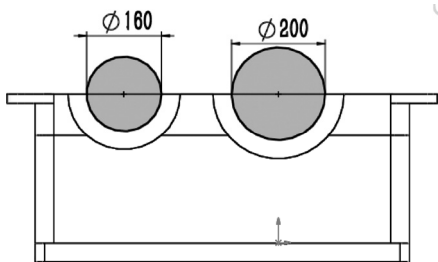

图 9-58 绘制轴承安装孔草图
① 创建基准面。选择轴承安装凸缘外表面，然后单击“前导视图”工具栏中的“正视图于”按钮，将该表面作为绘制图形的基准面，新建一张草图。
② 绘制轴承安装孔草图。选择菜单栏中的“工具”→“草图绘制实体”→“圆”命令，或单击“草图”控制面板中的“圆”按钮，分别以轴承安装凸缘的圆心为圆心画圆，并设置直径尺寸分别为 160mm、200mm，单击“确定”按钮，如图 9-58 所示。